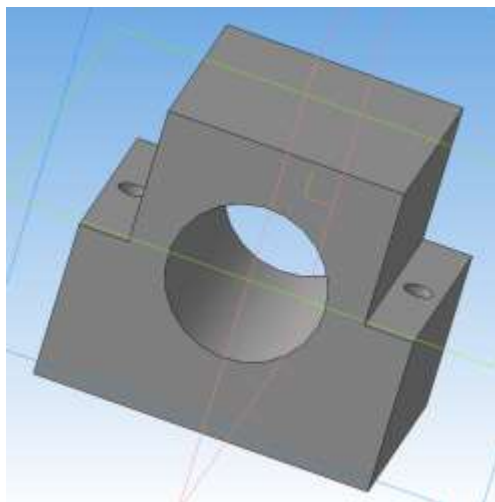

Рис. 16.11
- Вы получите следующее изображение – рис. 16.11.